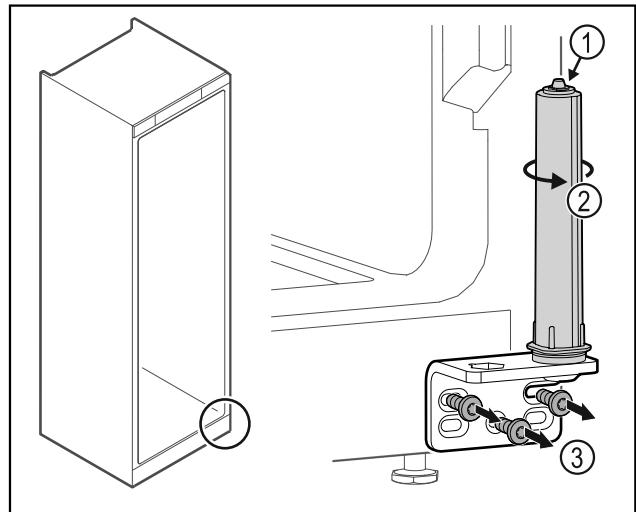

Fig. 28
- Schließsystem Fig. 28 (2) drehen, bis es klickt.
- Scharnierwinkel Fig. 28 (3) abschrauben.
- Türschließsystem nicht zerlegen Fig. 28 (1).